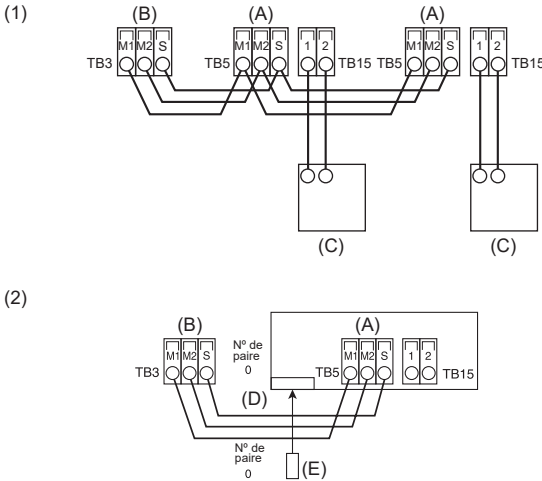

Fig. 6-6
6.4. Raccordement des câbles de la commande à distance et des câbles de transmission intérieurs et extérieurs (Fig. 6-6)